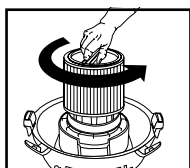

FIGURE 21
31. Pour enlever le filtre afin de le nettoyer, maintenez à nouveau le couvercle du réservoir et tournez le porte-filtre dans le sens antihoraire pour le desserrer et l'enlever. **FIGURE 21.**